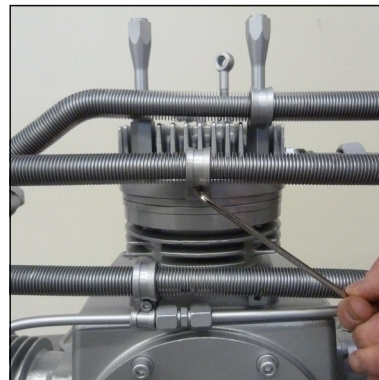

Abb. 3– Kühlrohr-Schelle
- Kühlrohrschelle entfernen (Abb. 3).